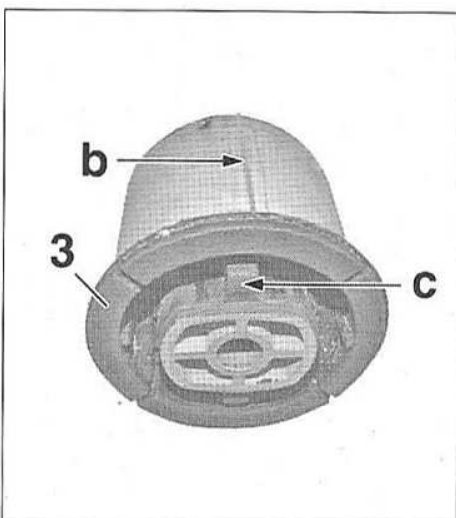

FIG.79
- Tracer un repère (b) sur toute la longueur du palier élastique neuf (3) en regard de son épaulement (c) (Fig.79).